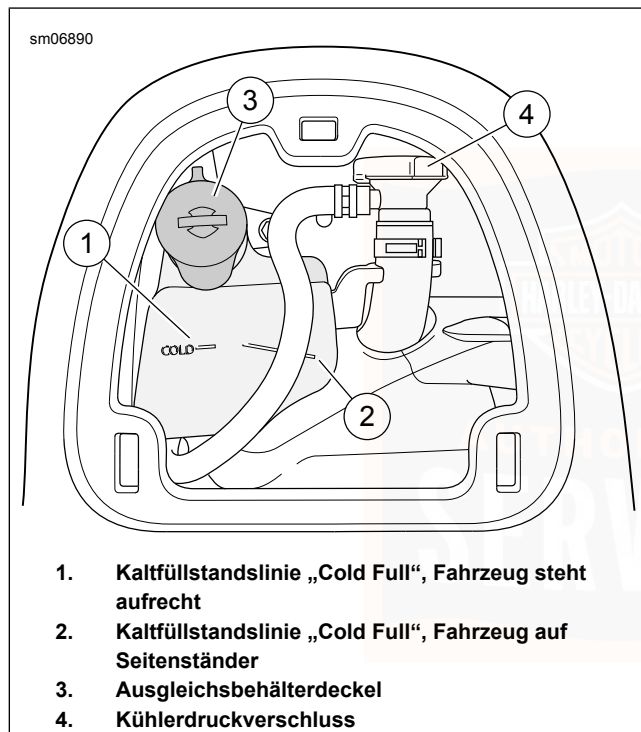

Abbildung 72. Kühlmittelstand
Siehe Abbildung 72. Auf dem Kühlmittelbehälter befinden sich zwei Markierungen. Die schräge Markierung (2) verwenden, wenn das Motorrad auf dem Ständer abgestellt ist.
2. Siehe Abbildung 72. Überprüfen, ob der Kühlmittelstand im Kühlmittelbehälter auf oder knapp über der Markierung „COLD“ (1) steht.